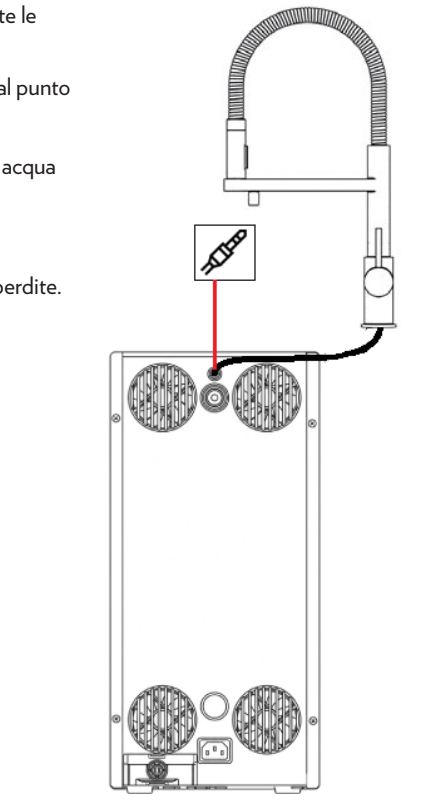

Fig. 1-17
18.2 – Connettere il cavo jack del rubinetto nel lato posteriore dell'apparecchio, vedi fig. 1-17.